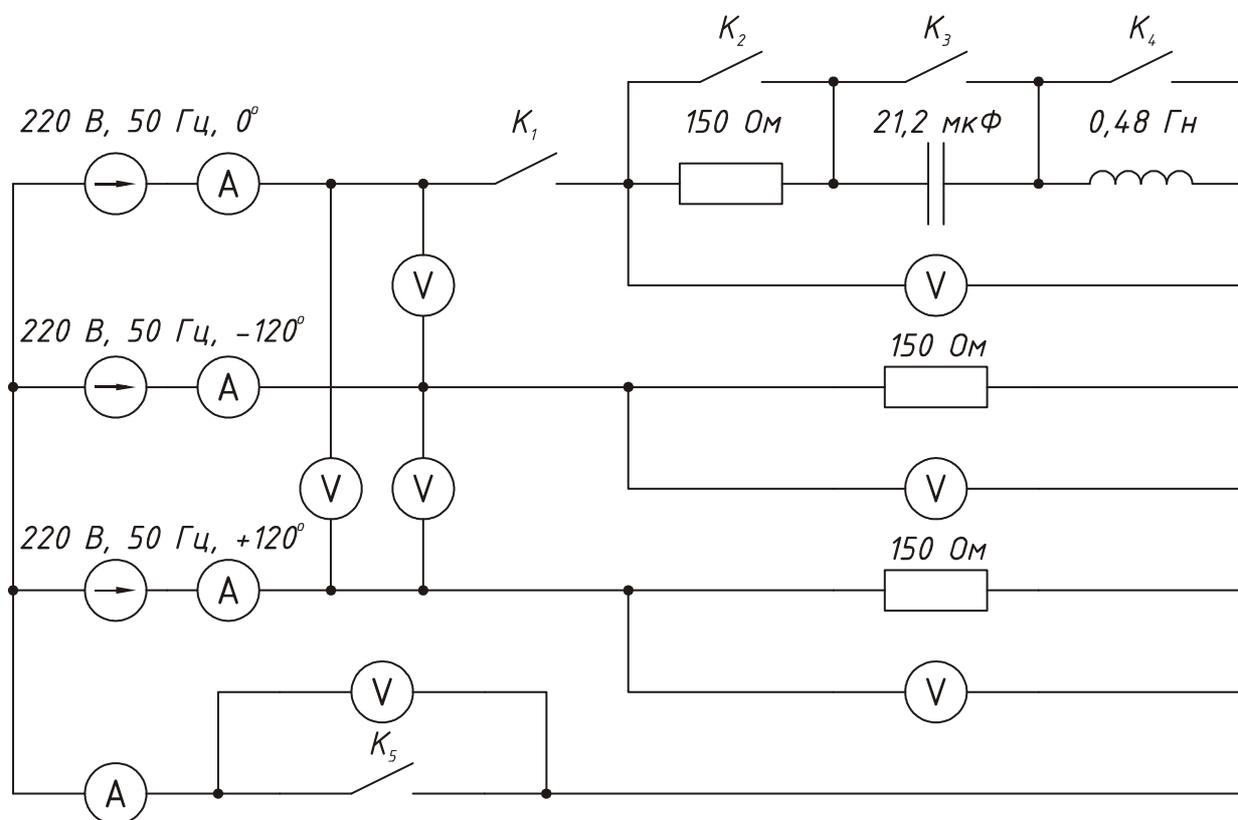

Рис. 4.1
2. Собрать схему, изображенную на рис.4.1.